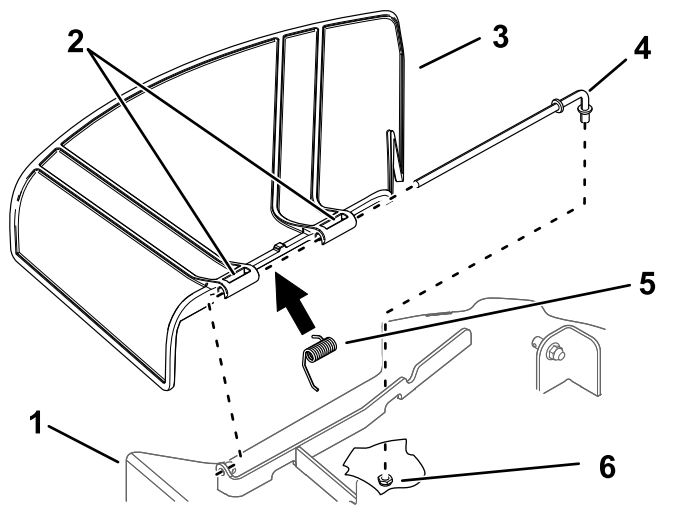

Figura 75
1. Retire la tuerca ($\frac{3}{8}$ " de la varilla (debajo del cortacésped) (Figura 75).
- Retire la varilla del soporte de la carcasa, del muelle y del deflector de hierba (Figura 75).
- Instale el deflector de hierba nuevo (Figura 75).
- Deslice la varilla por el segundo pivote del deflector de hierba (Figura 75).
- Sujete el extremo trasero de la varilla al cortacésped con una tuerca (3/8"), según se muestra en Figura 75.